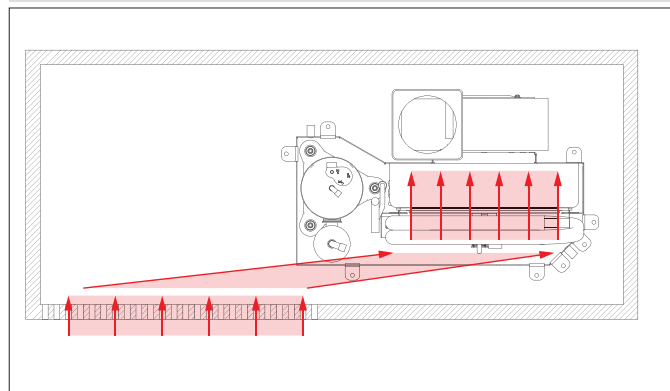

Fig. 8 Montaggio della griglia di ingresso aria in posizione sfalsata.
- La griglia di ingresso aria dovrebbe essere collocata in posizione sfalsata per evitare che l'aria in ingresso confluisca direttamente nell'ingresso dell'evaporatore. In questo modo è possibile ridurre sensibilmente i rumori di aspirazione del ventilatore. V. Fig. 8.